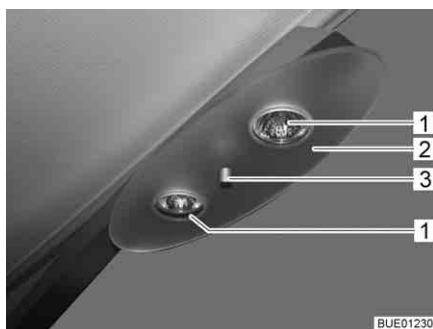

Bild 233 Halogentaklampa
- Skruva av fästmuttern (Bild 233,3) och ta av täckplattan (Bild 233,2).
- Tag ut halogenglödlampan (Bild 233,1).